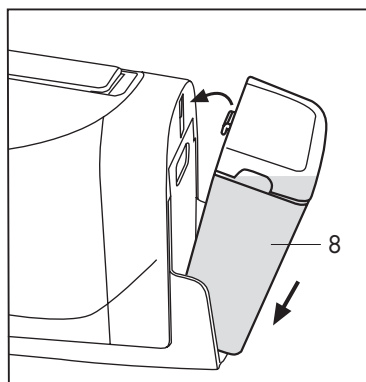

Fig. 3
- Cierre la tapa e inserte el depósito (8) contra el cuerpo máquina de forma que la lengüeta se enganche y la base del depósito se apoye correctamente en la válvula del agua. (**Fig.3**)